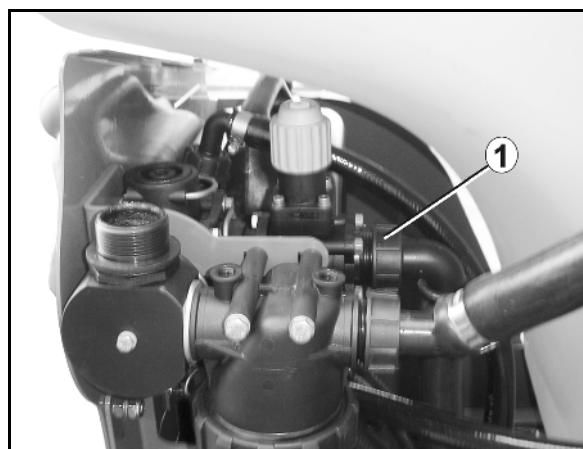

Fig. 154
1. Løsne overfalsskruen (Fig. 154/1).